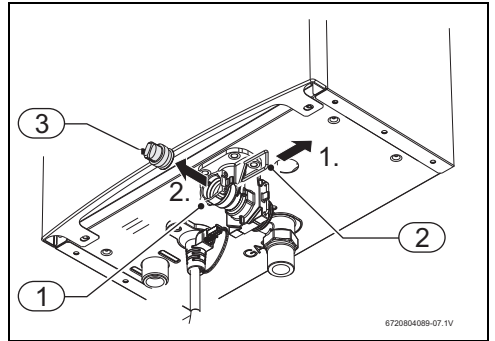

Fig. 17 Tornillo de purga
- El aparato no deberá instalarse en lugares cuya temperatura ambiente pueda ser inferior a 0 °C. En caso de que exista riesgo de congelación, desconecte y purgue el aparato (→Fig. 17).